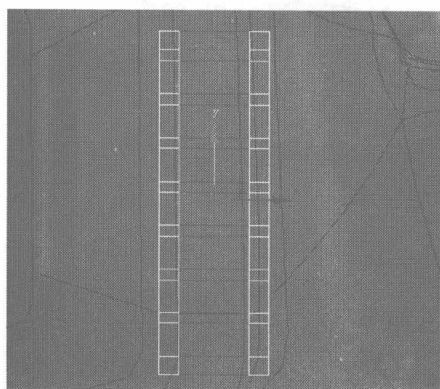
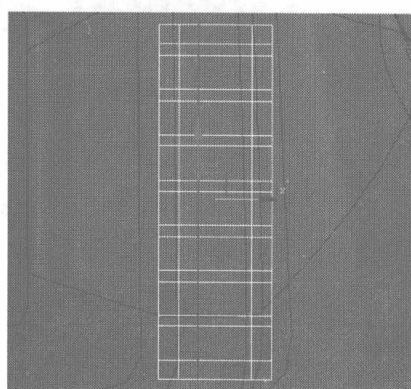

图 6.193
图 6.194
- 04** 选择如图 6.193 所示的边线，用 Connect 命令，为选择的边线中间添加一条如图 6.194 所示的细分线。